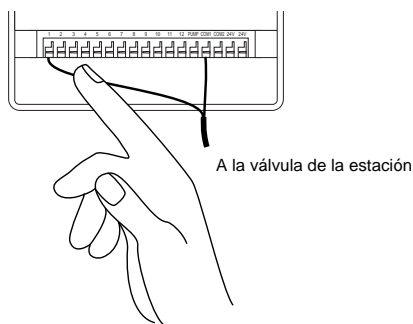

**FIGURA 22: Conexión de los cables del programador a las válvulas**
- Cada electroválvula tiene dos cables. Uno de ellos se conecta como cable común. Todos los cables comunes a todas las electroválvulas pueden conectarse con un único cable común que vaya hasta el programador. El otro cable de la válvula ha de conectarse con el cable de la unidad específica que controlará cada electroválvula. [Vea la Figura 22].